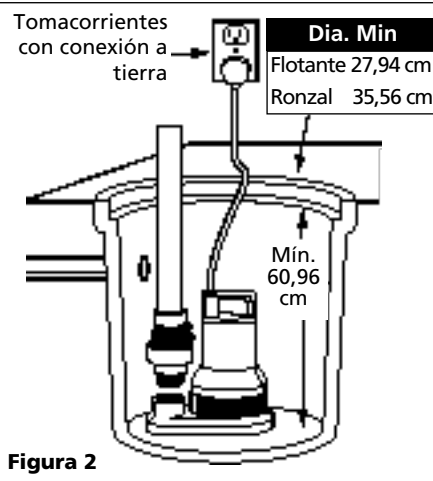

Figura 2
1. Instale la bomba en un sumidero cuyo diámetro sea por lo menos de 24" (624mm) de diámetro tal como se indica en la figura 2. Las paredes del sumidero deben ser de locetas, concreto, acero o plástico.